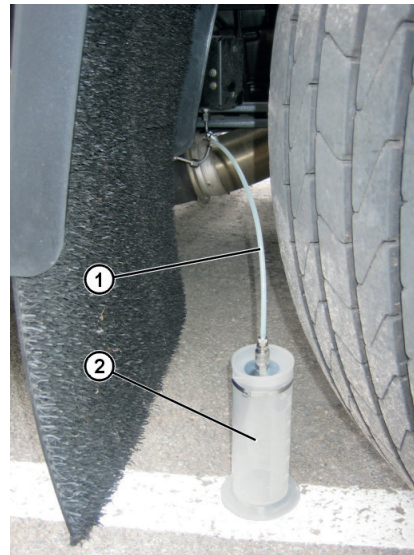

Fig. 6: Dosermängdsmätning
5. Anslut mätbehållaren (Fig. 6, Pos. 2) till testtryckledningen (Fig. 6, Pos. 1).